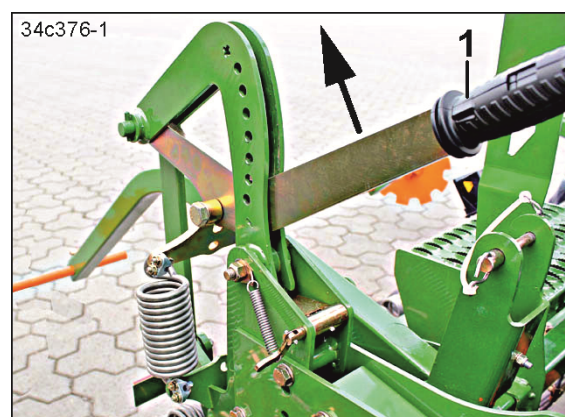

Bild 205
4. Dra spaken (Bild 205/1) i pilens riktning.